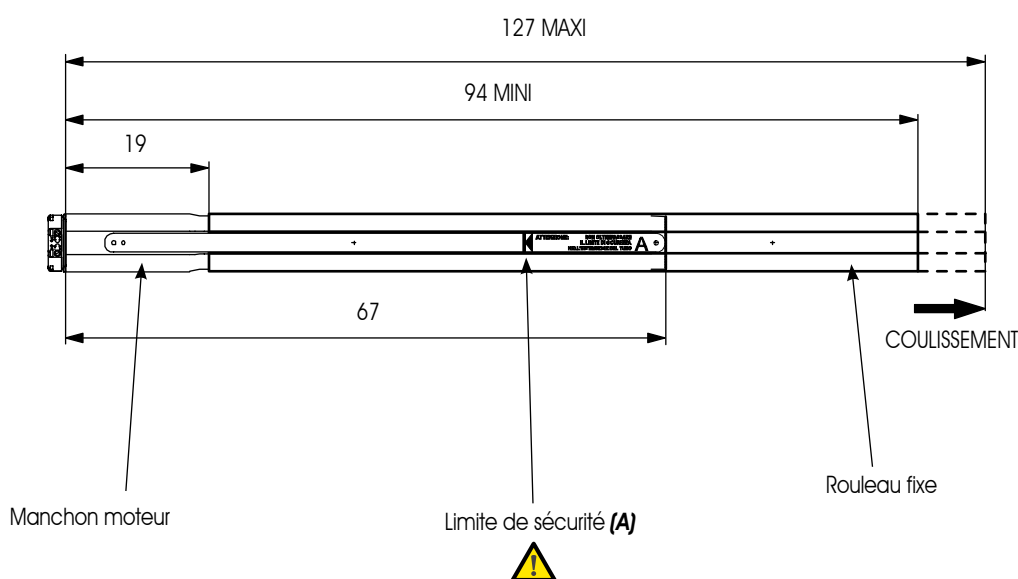

Fig. 9
Pour obtenir la dimension maximum, extraire le rouleau fixe du manchon du moteur jusqu'à la limite de sécurité signalée sur le câble plat. (Fig. 9 réf. A) (Longueur rouleau 127cm)
- ⚠ LORSQU'ON FAIT COULISSER LE MANCHON DU MOTEUR VERS L' EXTRÉMITÉ EXTERNE DU ROULEAU FIXE, NE JAMAIS DÉPASSER LA LIMITE DE SÉCURITÉ (Fig.9 réf.A)**